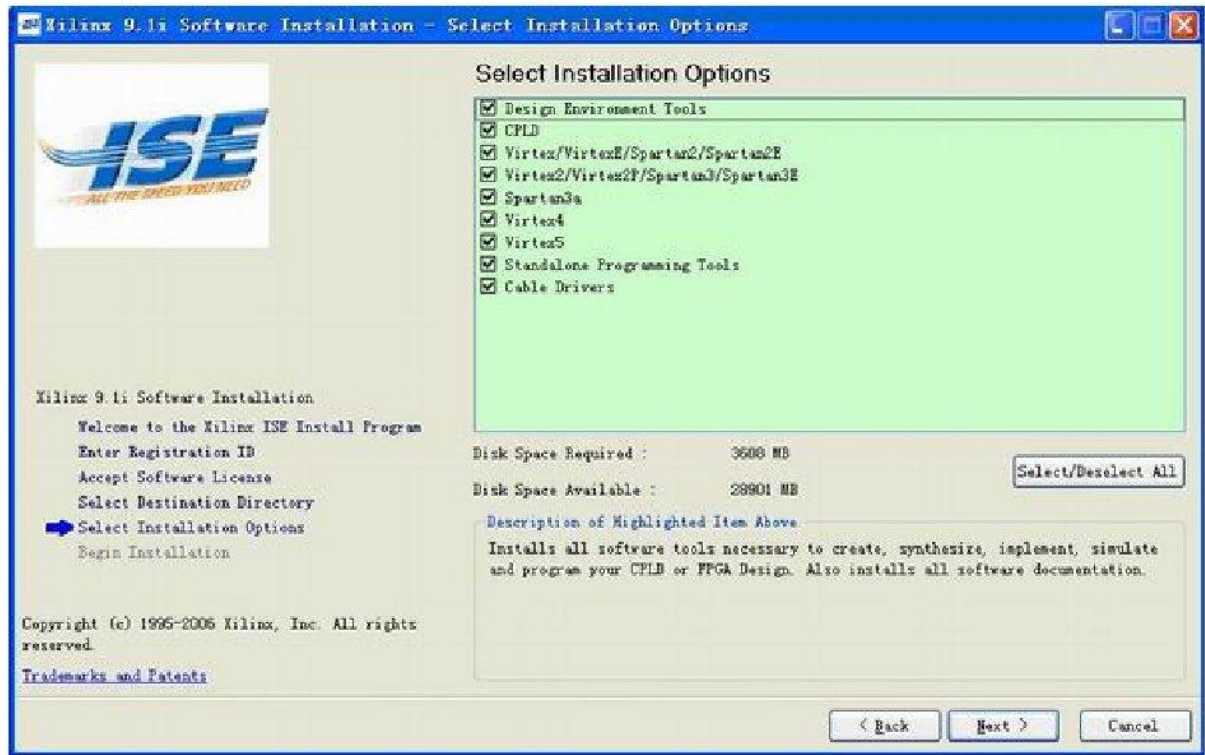

图 4-4 ISE 安装组件选择界面
4. 接下来的几个对话框分别是选择安装组件选择，如图 4-4 所示，用户需要选择自己使用的芯片所对应的模块，这样才能在开发中使用这些模块。在计算机硬盘资源不紧张的情况下，通常选择“Select All”。